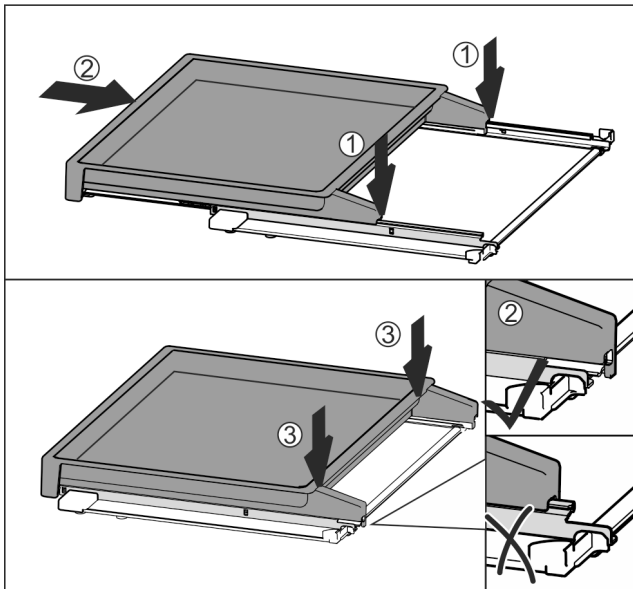

Fig. 115
- La poser au centre sur les rails Fig. 115 (1).
- Insérer complètement la bordure télescopique Fig. 115 (2).
- Appuyer sur sa partie arrière jusqu'à ce qu'elle s'enclenche de manière audible Fig. 115 (3).